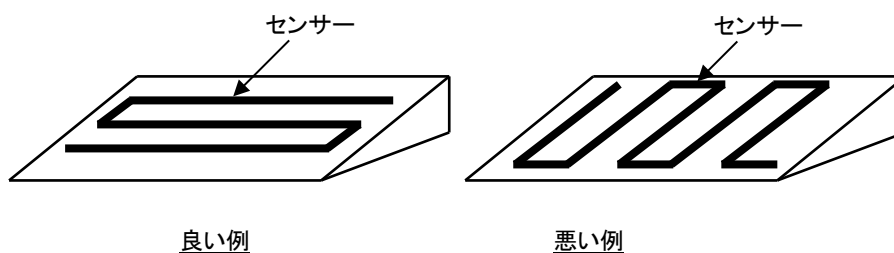

図 30 センサーの床面布設(傾斜がある場合)
- ・床面に傾斜がある場合は、斜面を流れる液体を確実に検知できる位置にセンサーを布設します(図 30)。